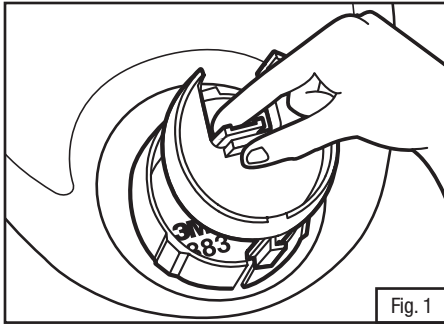

Fig. 1
- Apriete la lengüeta de seguro en la parte posterior del administrador de aire 6881 y jale hacia atrás para desenganchar de la base de puerto DIN 6883 (Fig. 1).
- Alinee la lengüeta en el fondo del administrador de aire 6881 con la ranura en el fondo de la base de puerto DIN 6883 (Fig. 1). Deslice hacia adelante y presione la perilla central hasta que la lengüeta de seguro haga un clic en la posición correcta.
- Sólo ensambles de puerto DIN (6884) y adaptador de demanda de presión (6874): Apriete la lengüeta de seguro en la parte posterior del administrador de aire 6881 y jale hacia atrás para desenganchar de la base de puerto DIN 6883 (Fig. 1).